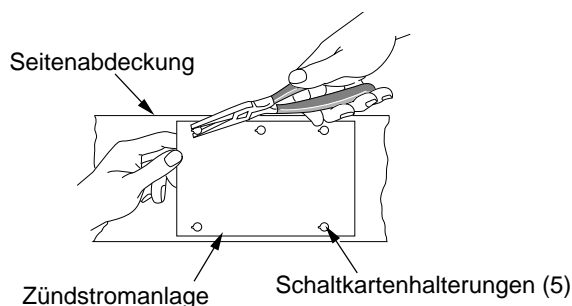

Abbildung 29 – Ausbau der Schaltkarte
3. Mit der Nadelzange die Zunge auf der Schaltkartenhalterung zusammendrücken und die Kante der Zündstromanlage nach oben ziehen (siehe Abb. 29). Diesen Vorgang bei den anderen vier Schaltkartenhalterungen wiederholen und danach die Baugruppe entfernen.